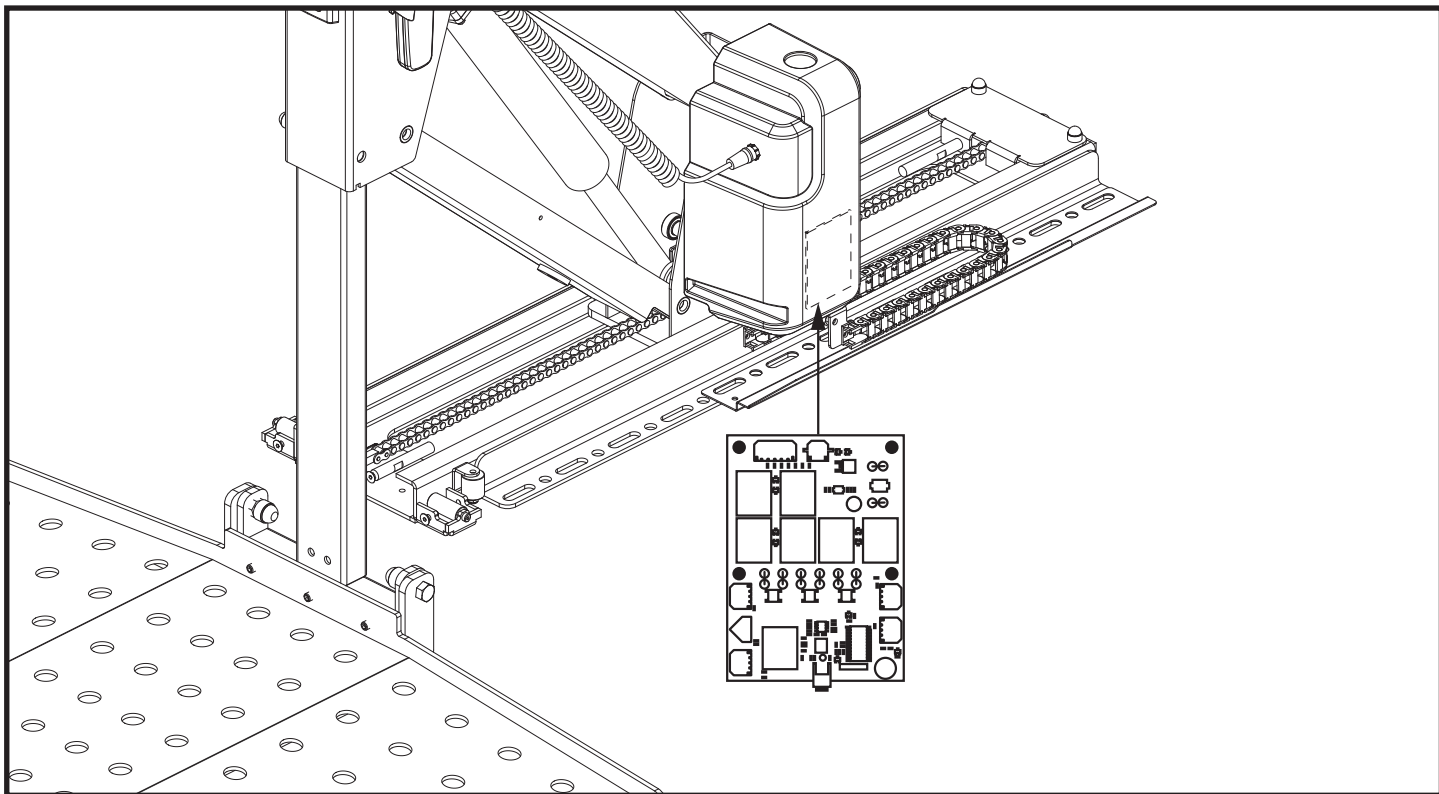
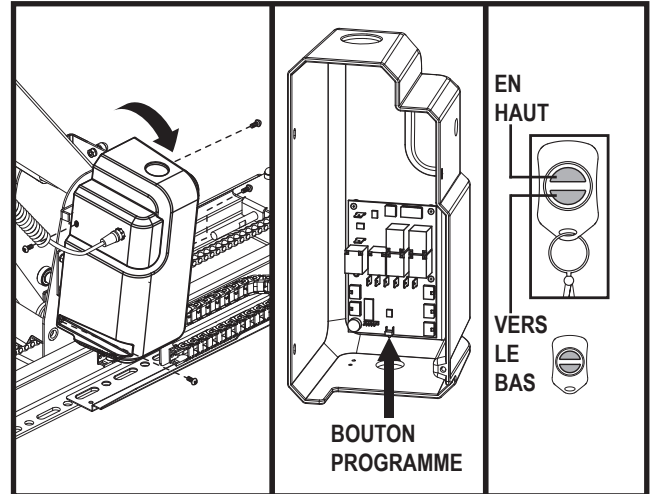

Figure 2. Emplacement du tableau de contrôle interne du pendentif sans fil RF
Figure 3. Emplacement de la puce du récepteur
1. Localisez la boîte noire attachée au mécanisme de levage. **Voir la figure 2.** Une fois localisée, retirez les quatre vis qui maintiennent la boîte en place. **Voir la figure 3.**
2. Inclinez la boîte vers l'avant pour révéler la carte de circuit imprimé, et localisez la touche de programmation en bas de la carte. **Voir la figure 3.**